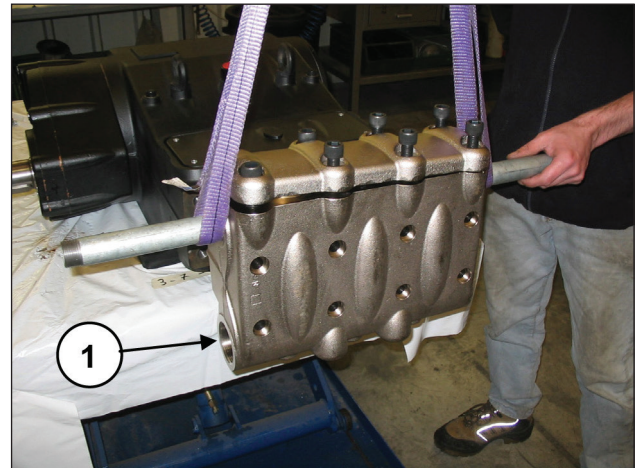
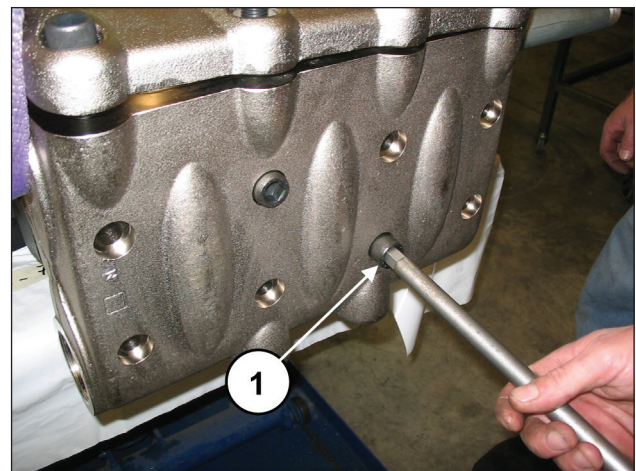

Abb. 117
Abb. 118
Bauen Sie den Kopf auf das Pumpengehäuse an (Pos. ①, Abb. 117) und achten Sie darauf, nicht gegen die Kolben zu stoßen. Ziehen Sie dann die 8 Schrauben M16x180 fest (Pos. ①, Abb. 118).
**Ziehen Sie die 8 Schrauben M16x180 von den 4 Innenschrauben ausgehend über Kreuz an (siehe Abb. 117), setzen Sie den Anzug dann mit den 4 Außenschrauben ebenfalls über Kreuz fort**